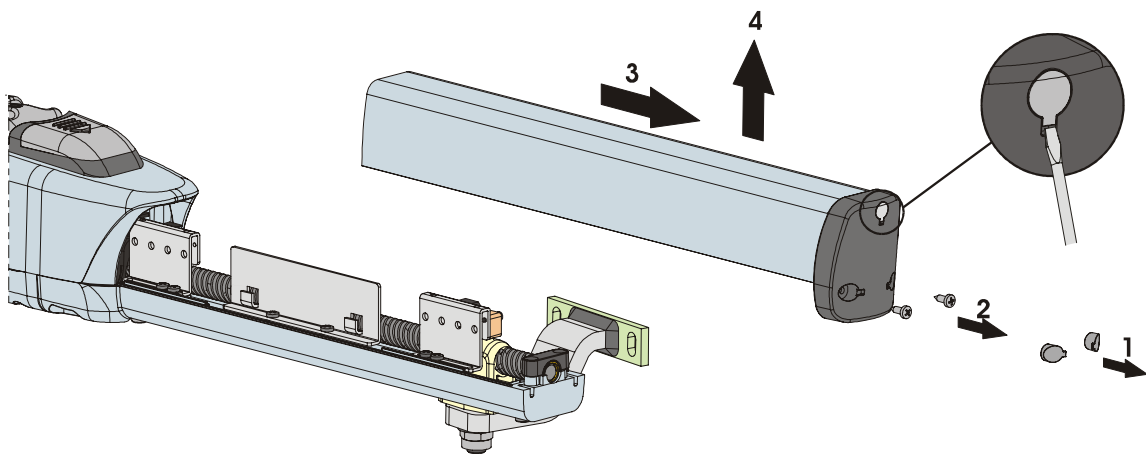

Fig. 23
- 1) Verwijder de twee doppen die de onderste bevestigingsschroeven bedekken, fig. 23, ref. 1. Dit wordt vergemakkelijkt door een inkeping waarin een schroevendraaier kan worden gestoken.
- 2) Schroef de onderste twee schroeven van de dop op de voorkant los en verwijder de afdekking, fig. 23